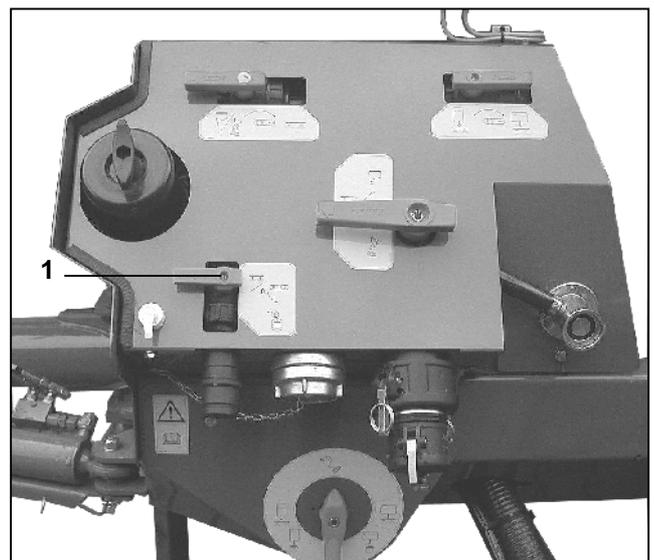

Fig. 10.13
- Mehr-Wege-Umschalthehne in dargestellte Position verschwenken (Fig. 10.13).
- 2-Wege-Hahn (Fig. 10.13/1) um 90° verschwenken bis die gewünschte Menge Spritzmittel angesaugt ist.
- 2-Wege-Hahn (Fig. 10.13/1) einmal kurz zum Nachsaugen öffnen.